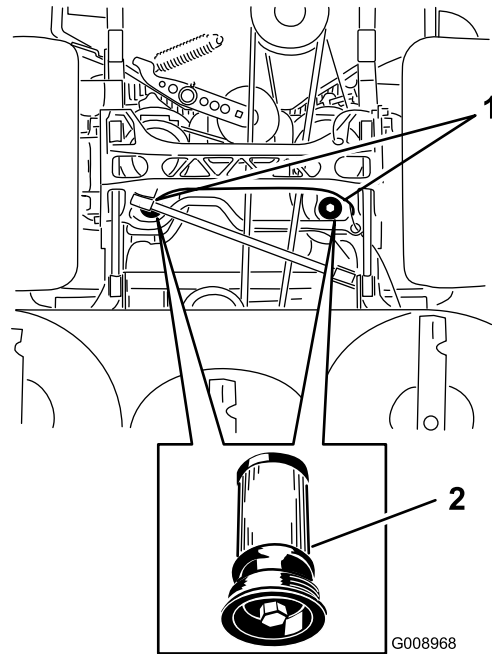

Figura 101
5. Coloque un recipiente debajo del filtro, retire el filtro usado y limpie la superficie (Figura 101).
6. Aplique una capa fina de fluido hidráulico a la junta de goma del filtro nuevo (Figura 101).